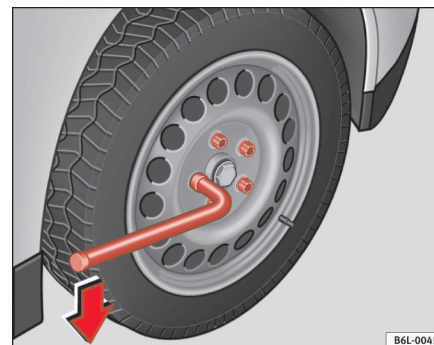

Fig. 135 Changement d'une roue : desserrage des boulons de roue
- Attrapez la clé par l'extrémité et tournez-la environ un tour vers la **gauche** ⇒ fig. 135.